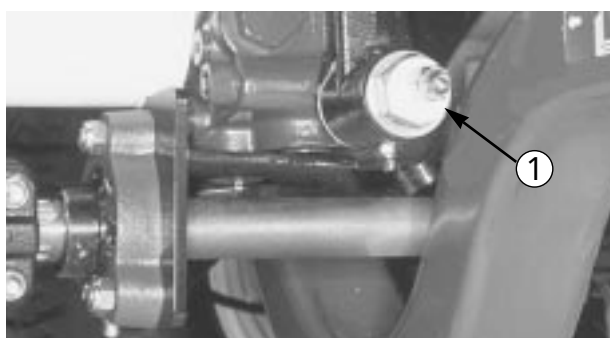

図 61
- 3 . 車両右側下のトラクション調整カム (図 61) のロックナットをゆるめる。